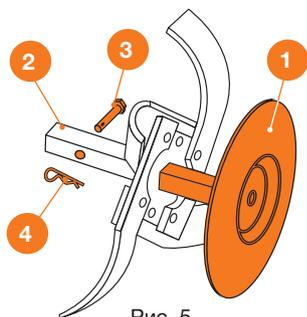

Рис. 5
- Наденьте защитные диски 1 на оси фрез 2 и закрепите их при помощи «пальца» 3 и шплинта 4 (Рис. 5).